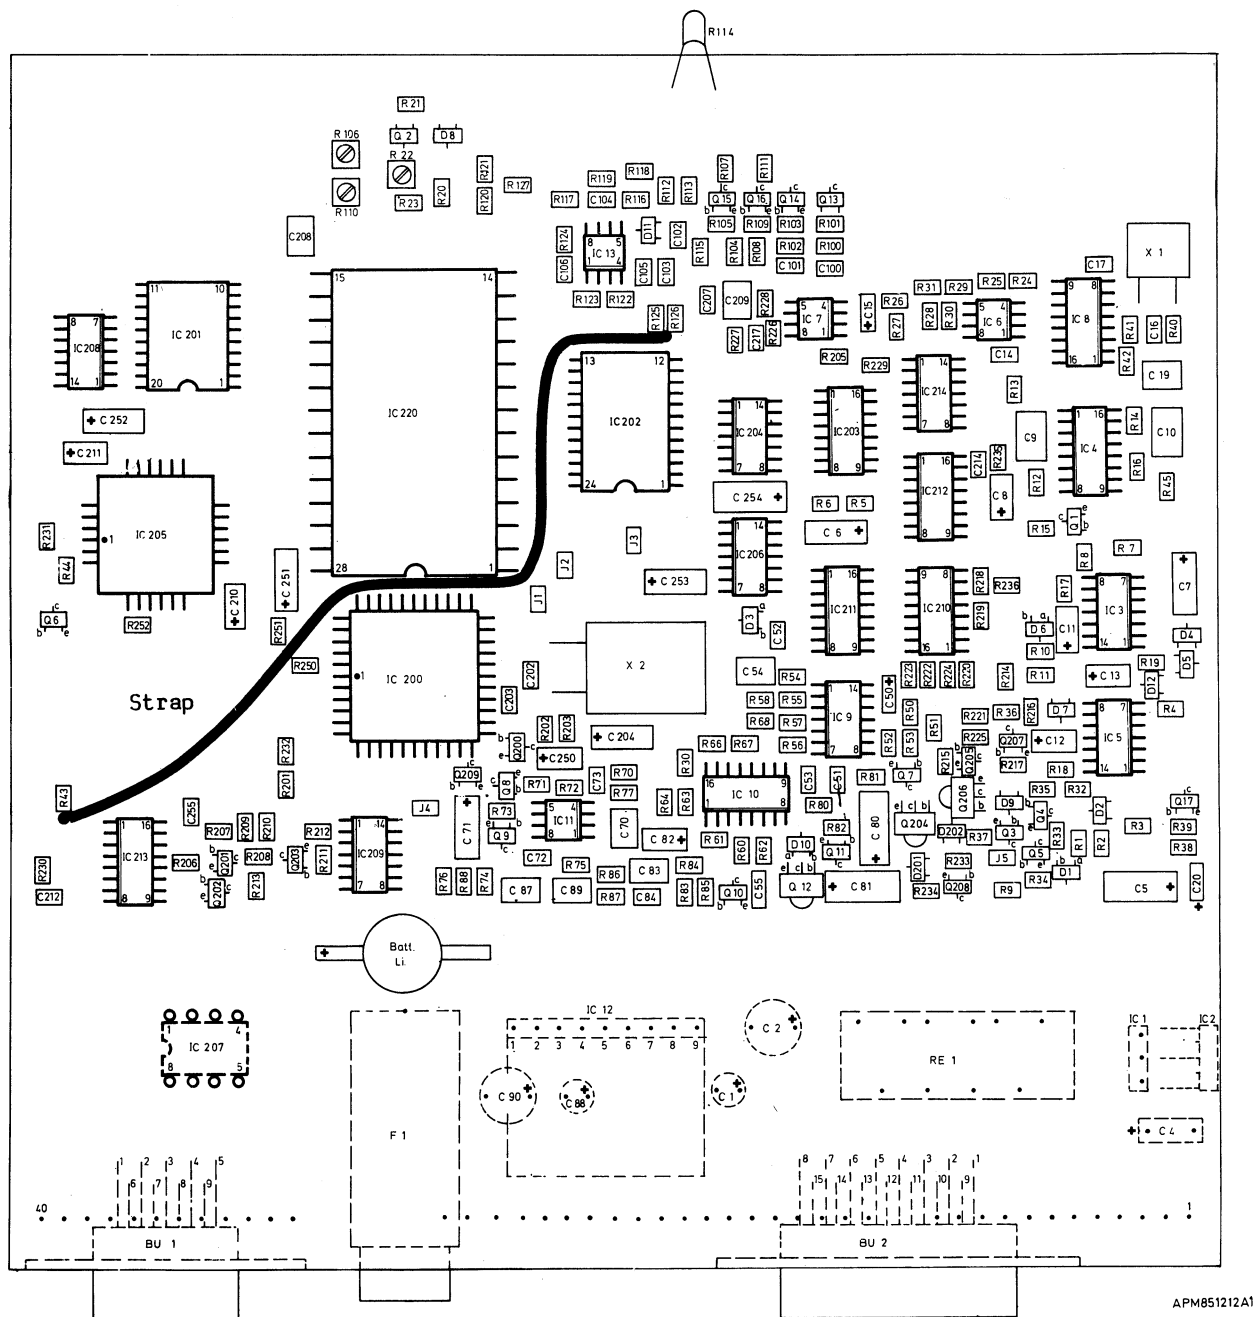

Fig. 2
2. Med en strap forbindes R125/R126 til R43, som vist på fig. 2.
2. Connect with a strap R125/R126 to R43 as shown on fig. 2